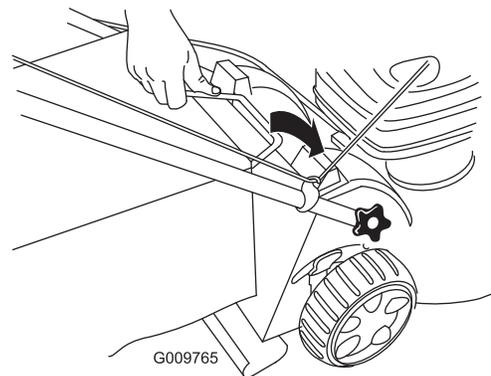
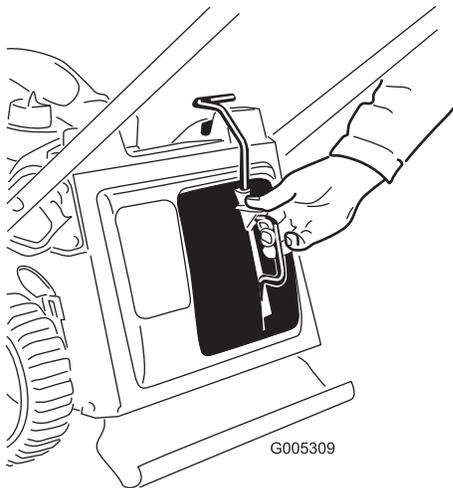

Figura 23
Figura 22
1. Installate il tappo mulching (Figura 22) o il cesto di raccolta (Figura 23) sulla macchina.